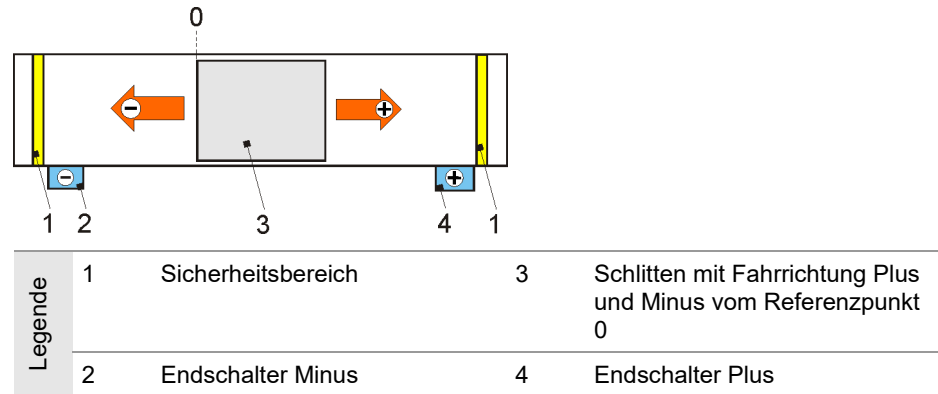

Bild 7: Beispiel Verfahrrichtung und Endschalter-Beschaltung
2. Die Drehrichtung des Motors prüfen. Sie muss die Sicherheits-Endschalter berücksichtigen (Bild 7). Ggf. die Drehrichtung des Motors ändern.